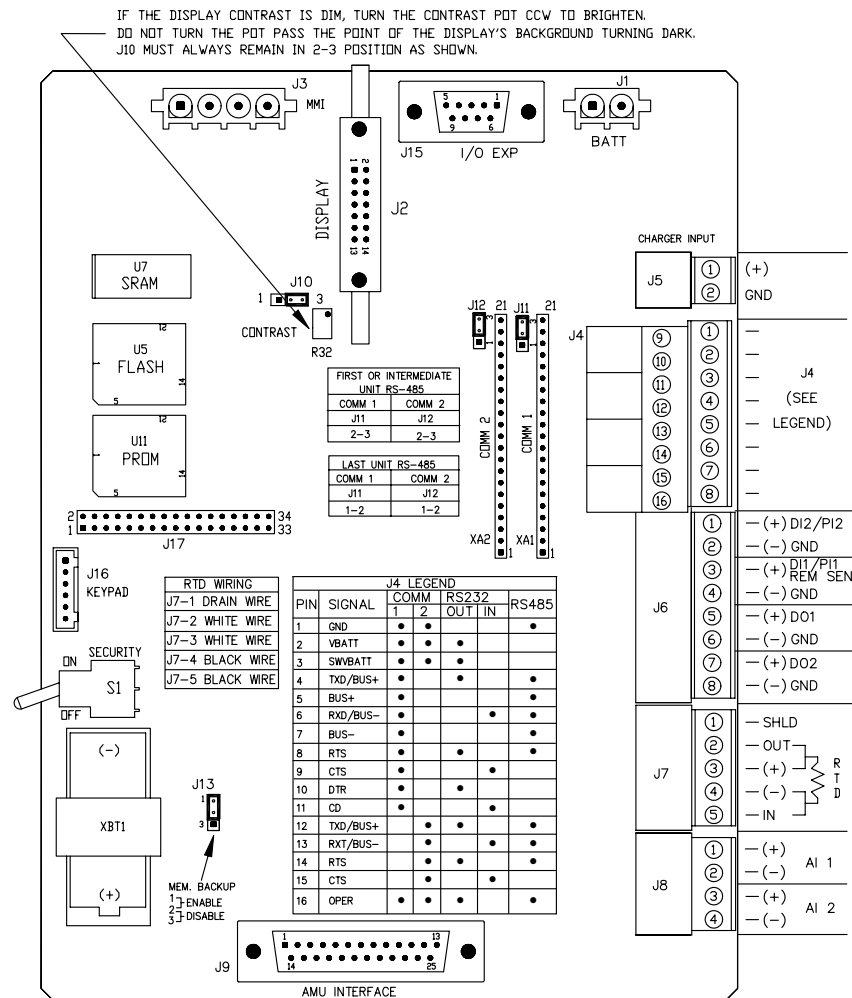

Рис. 5 (Компоновка XFC)
7. Установите датчик RTD и подсоедините провода к блоку разъема J7 на плате XFC. На плате XRC входы RTD отсутствуют. (См. рис. 5).
8. Убедитесь в том, что Резервное питание микросхем памяти (Memory Backup) включено. Это разъем J13 на плате XFC и разъем J1 на плате XRC. (См. рис. 5 и 6).
9. Установите и подсоедините полностью заряженную батарею электропитания к разъему J1 на плате XFC или к разъему J16 на плате XRC. Эти разъемы расположены на платах в одном и том же месте. (См. стр. 7 и рис. 5 и 6).
5. Подсоедините пробник датчика RTD к RTD-разъему на плате XFC следующим образом: перед выполнением соединений с клеммной колодкой снимите лепестковые зажимы, если они прикреплены, и удалите изоляцию с концов проводов на длине 1/4" (6,25 мм). Снимите клеммную колодку J7 с основной электронной платы XFC. (См. рис. 5).
8. Кабель питания панели солнечных батарей соединяется с входными клеммами зарядного устройства на клеммной колодке J5 XFC или на клеммной колодке J17 XRC. Расположение клемм см. на рис. 5 или 6. Снимите одну из заглушек отверстий и установите разъем со шнуром. Снимите с разъема со шнуром гайку, уплотнительное кольцо и резиновую проходную втулку. Наденьте гайку, уплотнительное кольцо и проходную втулку на кабель и введите кабель через корпус разъема со шнуром. Обеспечьте прохождение кабеля внутрь устройства на достаточное расстояние, чтобы можно было подключить входные клеммы +/- зарядного устройства.